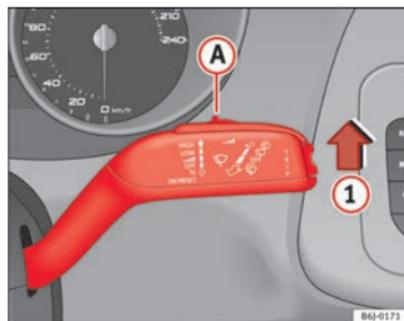

Fig. 64 Levier d'essuie-glace
- Placez le levier d'essuie-glace en position ① ⇒ fig. 64.